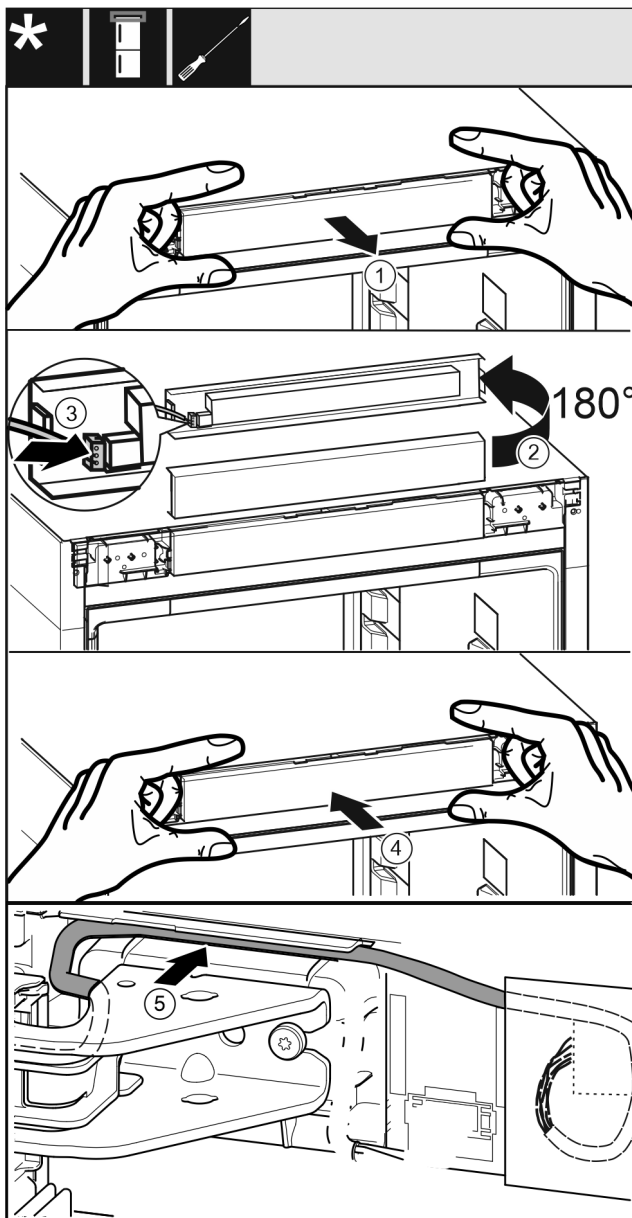

Fig. 43
- Bedieningspaneel er voorzichtig uitnemen. Fig. 43 (1)
- Paneel met 180° omhoog draaien. Fig. 43 (2)
- Stekker van het bedieningspaneel vergrendelen. Fig. 43 (3)
- Bedieningspaneel weer op het apparaat vastklikken. Fig. 43 (4)
- Grijs kabel voorzichtig in de geleiding boven de bovenste lagerbus monteren. Fig. 43 (5)